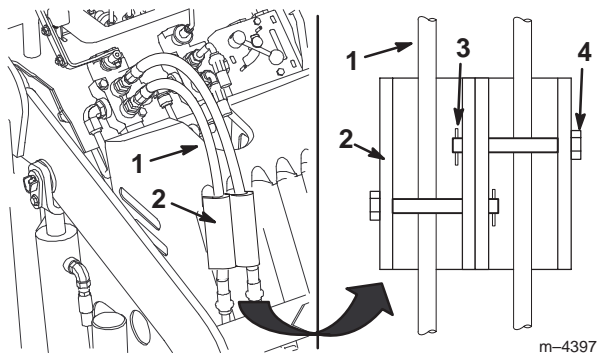

Figure 16
7. Montez les dispositifs de verrouillage sur les flexibles hydrauliques, et fixez-les en position à l'aide des axes de chape et des goupilles fendues (Fig. 16).